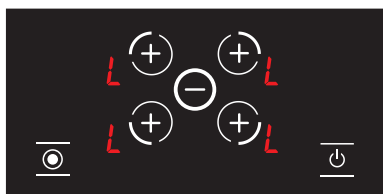

Abbildung 21
3. In diesem Moment ist die Kindersicherung aktiv und um diese Situation auszudrücken werden an allen Kochplatten das Symbol  angezeigt. (siehe Abb. 21) Wenn eine heiße Kochplatte vorhanden ist, werden die Symbole  und  abwechselnd auf dem Bildschirm angezeigt.